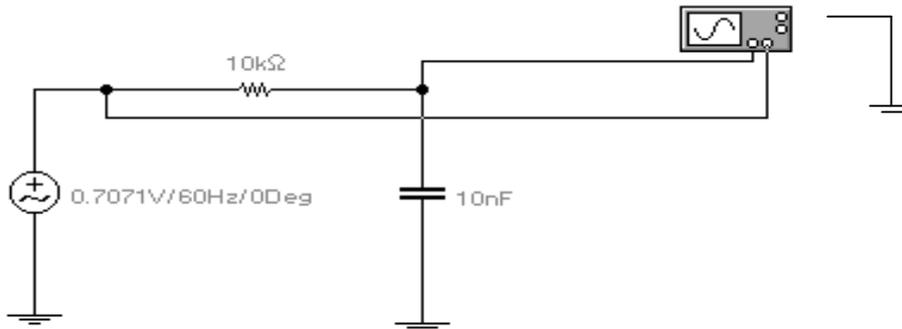

Fig.1
- 1- Avec les valeurs indiquées sur la figure 1 (ci-dessous), déterminer la fréquence de coupure f_c correspondante (sachant que $f_c = \omega / 2\pi$).
- 1- Réaliser le montage de la Figure 1
- a) Relever l'amplitude de signal de sortie (V_s) sur la voie (I) de l'oscilloscope, faire le rapport du gain $A = V_s / V_e$, rendre ce gain en décibels et tracer le graphe $A_{dB} = g(f)$